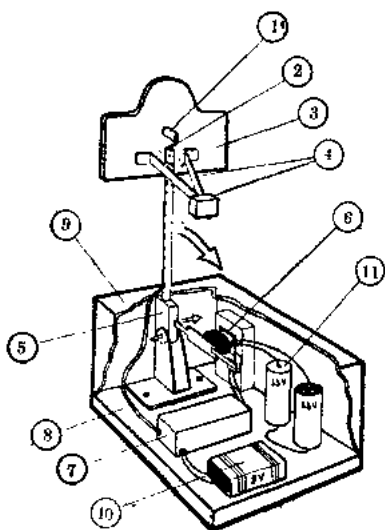
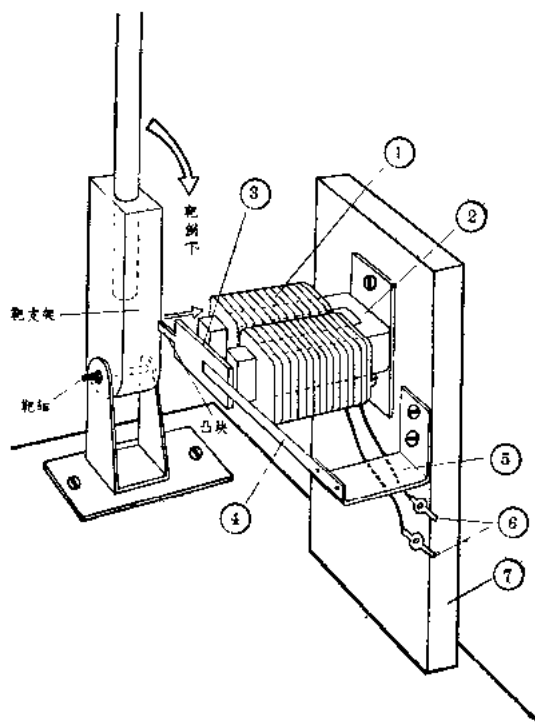
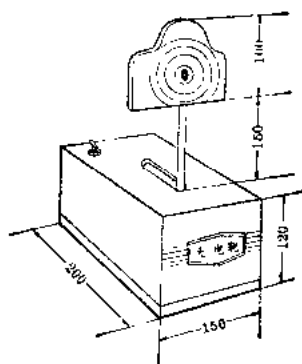

图 6-13
图 6-15
图 6-16
枪做好之后，下面就要做光电靶了。在图 6-13 中可以看到光电靶的构造：①是光导管，用来接收由光电枪射来的光线。②是从光导管连接到光电控制器去的软导线。光导管装在光电靶板③的中间。在光电靶板后面装有铁片支架和配重④。光电靶板③是安装在支架⑤上的。⑥是控制光电靶倒下
从图 6-15 中可以很清楚地看到光电靶的结构情况。①是电磁铁线圈。②是铁芯和底座。衔铁③是由弹性铜片④固定在弯角形的衔铁支架⑤上的。衔铁支架用两只木螺钉固定在木块⑦上。当光电枪内射出的光照到光电靶心的光导管上时,光电控制器的继电器便吸合,使电磁铁线圈能通过继电器的常开触点接通 3 伏电池,电磁铁产生吸力,把衔铁③吸向右去,衔铁被吸向右时,光电靶支架因没有凸块的支撑而倒下。我们要第二次再“打靶”时只要把靶扶起,使靶支架再次被电磁衔铁头上的凸块抵住就行了。因为,这时没有光线照射到光导管上,电磁铁不通电,由弹性铜片④使衔铁又向左边靠过去了,这就可以抵住重新扶起来的靶的支架。当我们了解了光电靶的工作原理后,就可以制作光电靶了。
按图 6-16 的尺寸,用木板(最好用三合板)制作靶板和外壳等等部件,涂上油漆。把光导管塞入一个由薄铁片卷成的直径 6~8 毫米、长 40 毫米的小圆筒的底部。这主要是使光导管不受日光照射的影响。再把这个塞了光导管的小圆筒塞紧在靶板中心的小孔中。另外要注意,这个小圆筒一定要垂直于光电靶的靶板。再按图 6-13 ④的样子用铁皮做两条配重的支架,用锡或铅牙膏壳做成一小块配重,固定在配重物支架上,把支架用小钉固定在靶板后面。靶板支架可用木条或
木块做成,下面用铁皮做一个U形的托架,钉在靶的木底座上(图 6-13)。再把光电控制器安放在靶底座上。剩下就是制作电磁铁和总的调整工作了。电磁铁的做法同通用光电控制器的电磁铁做法是一样的,用薄铁皮迭成铁芯,上面用直径0.2~0.3毫米左右的漆包线,按图 6-17B 的方向绕满线圈框架,两个线圈绕线的方向要注意,如果反了,电磁铁是会产生吸力的。再把电磁铁和衔铁、衔铁支架按图 6-15 的样子装
先把光电枪的光线对准光电靶中心的光导管照一下,看看电磁铁的衔铁是不是能吸上。如果电磁铁的衔铁吸不上,那就要找找原因,到底是衔铁的弹簧片太硬了呢?还是衔铁离开磁铁的铁芯太远了?一般衔铁离开磁铁的铁芯只要有3毫米左右就行了,不能太远,太远了电磁铁吸力不够,就吸不上衔铁。也有可能是靶板后面的配重太重了,使得靶板的支架把衔铁头上的小凸块压得太紧,而使衔铁卡住吸不上。如果是这样,那就需要把配重减轻一点。当我们排除了上面的一些故障之后,当光电枪筒的光线一照到光电靶中心的光导管上,电磁铁就会啪的一声把衔铁吸上了。接着我们再检查一下电磁铁吸住了衔铁之后,靶板是不是能立刻向后倒下来?如果虽然电磁铁吸上了衔铁,但是靶板却并不向后倒下来,那肯定是衔铁吸上之后,它的小凸块还未能完全离开靶板支架。这时,我们只要把安装电磁铁的大木块(图6-15的⑦)向右略移过去一点,使得电磁铁一吸上衔铁后,衔铁端头的凸块便能完全离开靶板支架,这样靶板便会在配重的重力作用下,立即向后倒下去。